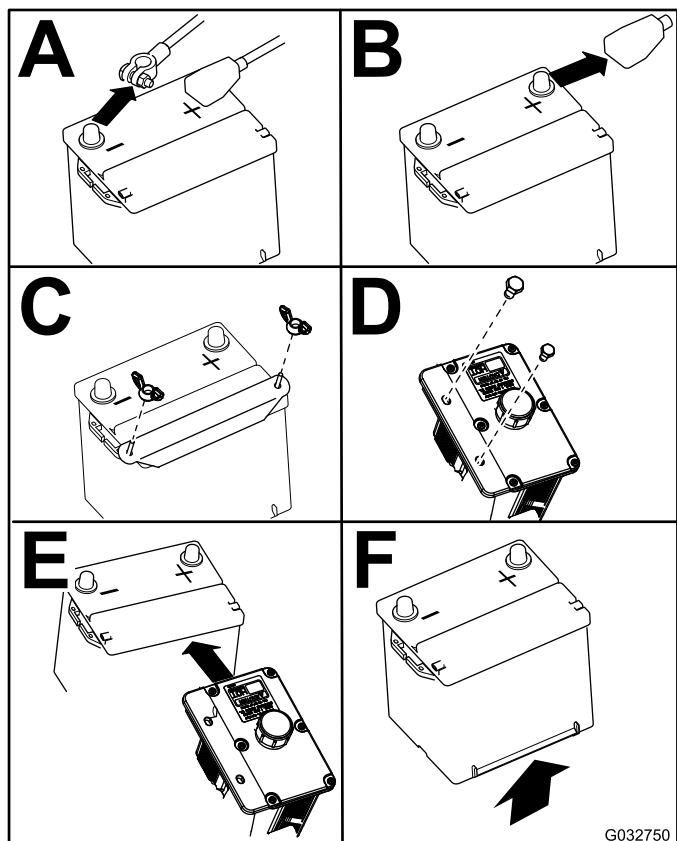

Figura 45
4. Retire la batería, según se muestra en Figura 45.